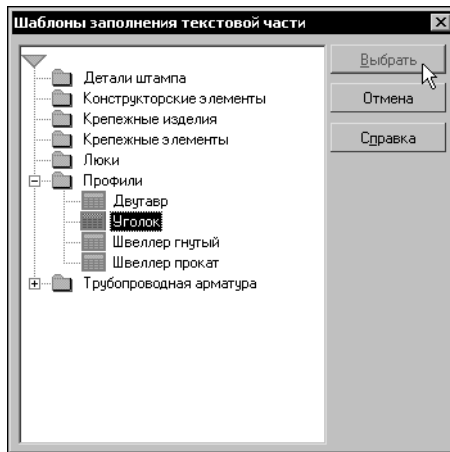

Рис. 12.8. Выбор шаблона заполнения Уголок
4. В появившемся диалоге раскройте раздел **Профили** и выделите строку **Уголок** (рис. 12.8). Нажмите кнопку **Выбрать**.